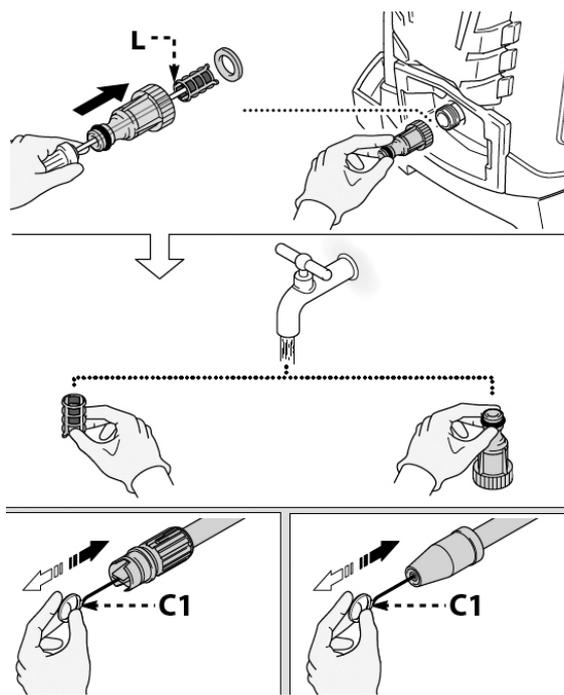

Abb. 14: Pflege, Wartung, Lagerung und Transport
Schritt 2: Mit dem Werkzeug (Pos. C.1, Abb. 14) die Bohrung der Düse säubern.
Vor jedem Gebrauch den Saugfilter (Pos. L, Abb. 14) und den Reinigungsmittelfilter (falls vorgesehen) kontrollieren und erforderlichenfalls wie angegeben reinigen.